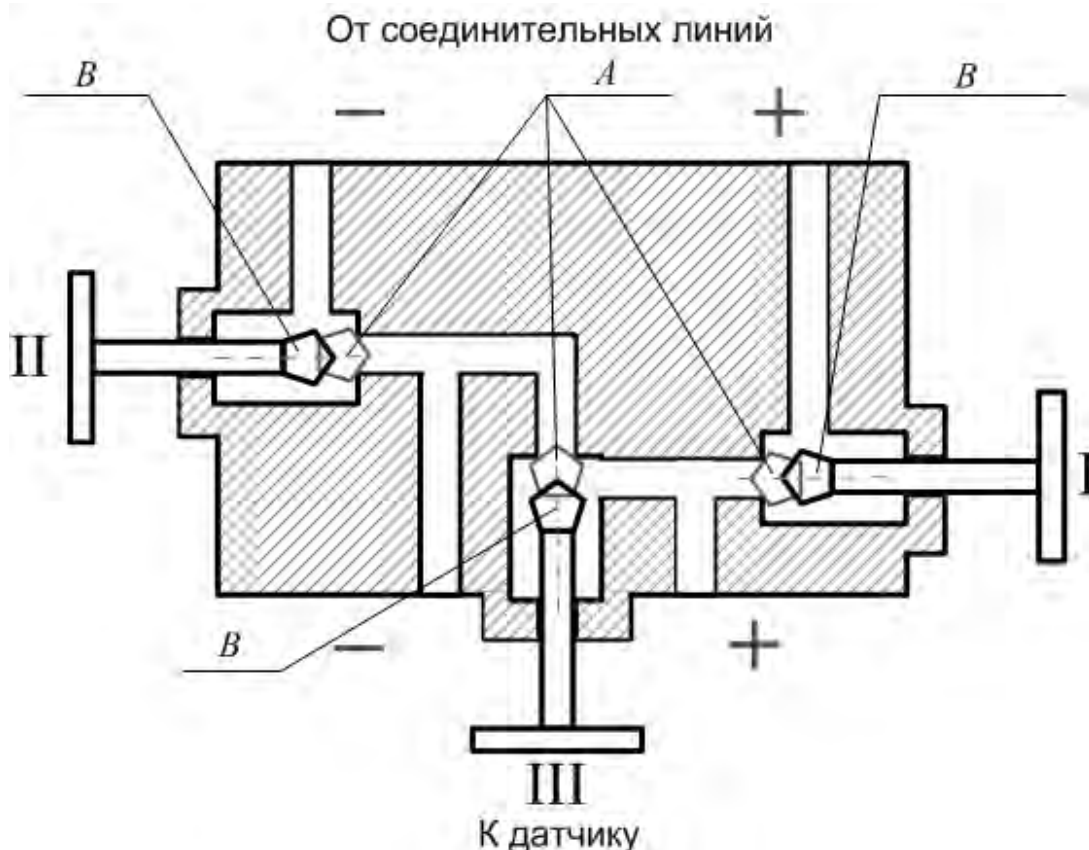

Рисунок 1 — Схема клапанного блока
2.2.9 Для исключения случаев возникновения односторонних перегрузок в процессе эксплуатации датчиков разности давлений необходимо строго соблюдать определенную последовательность операций при включении датчика в работу при использовании клапанного блока (рисунок 1):